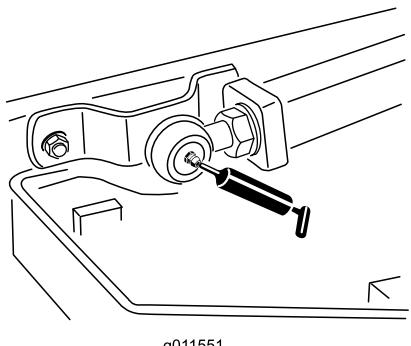

Figura 70
- Duas rótulas do braço de elevação (Figura 70)